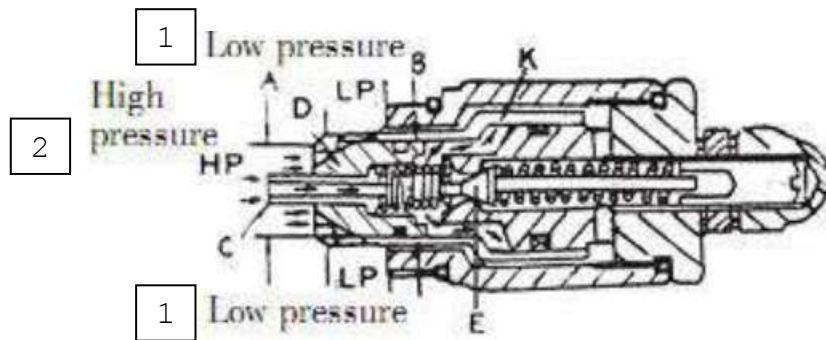

Рис. 7.5:
(1) Предохранительный клапан установлен между портом «НР» и каналом низкого давления «LP». Масло течет через тарельчатый клапан «С» и оказывает влияние на две области «А» и «В», отличающиеся в диаметре, так что обратный тарельчатый клапан «К» и предохранительный тарельчатый клапан «D» надежно закреплены (см. Рис. 7.5).